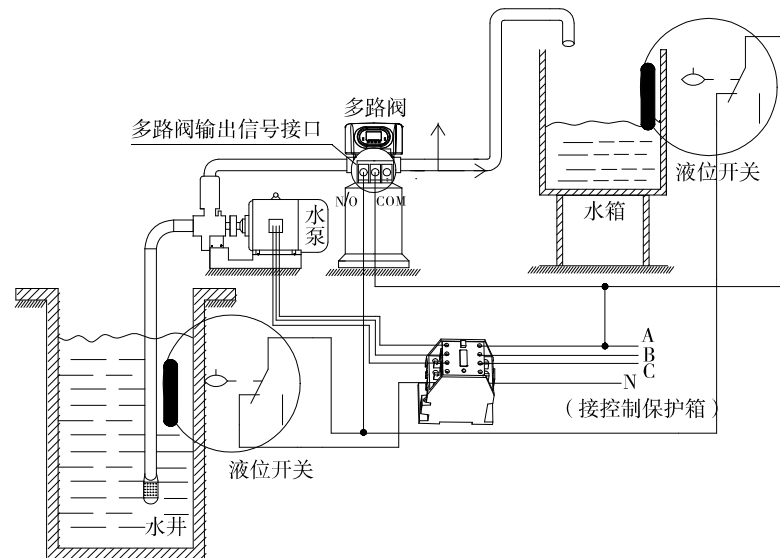

图3-6 通过水箱液位控制380V进水泵的接线图
3) 通过水箱液位开关控制进水泵（三相电机,图3-6）（设为b-01）